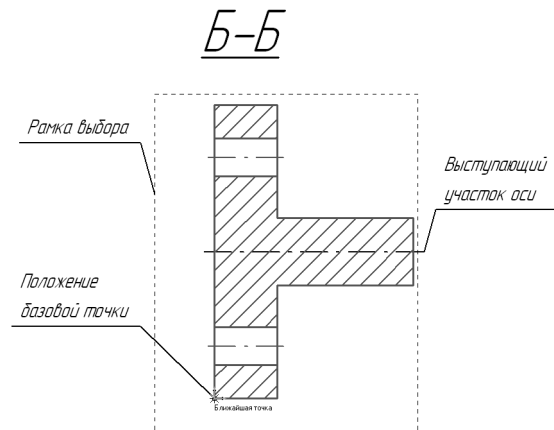

Рис. 54.24. Копирование объекта в буфер обмена
- 5.2. Выделите рамкой сечение Б–Б (рис. 54.24). Сформируйте рамку таким образом, чтобы правый конец оси симметрии слегка выступал за ее пределы. Таким образом ось не будет включена в группу выбора. На чертеже *Кронштейна* она уже есть и копировать ее не нужно.
- 5.3. Скопируйте в буфер обмена выделенные объекты. В качестве базовой укажите левую нижнюю точку сечения (рис. 54.24).